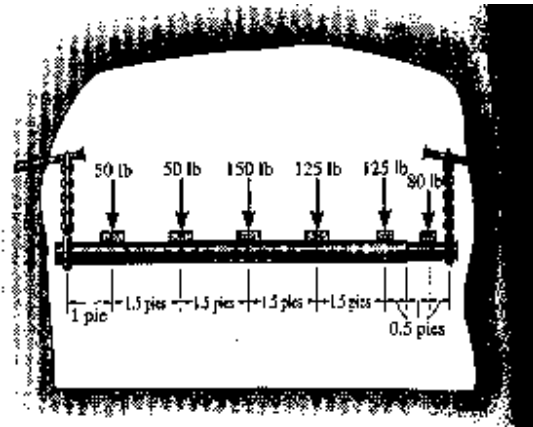

Figura 6.-
- 6.- Los soportes extremos de un andamio para perforadores usado en una mina de carbón consisten en un tubo con diámetro exterior de 4 pulg. que enchufa con un tubo de 3 pulg de diámetro exterior. Cada tubo tiene un espesor de 0.25 pulg. Con las reacciones extremas de los tabloncillos soportados dados (figura 6), determine el esfuerzo máximo absoluto de flexión en cada tubo. Desprecie el tamaño de los tabloncillos en los cálculos.